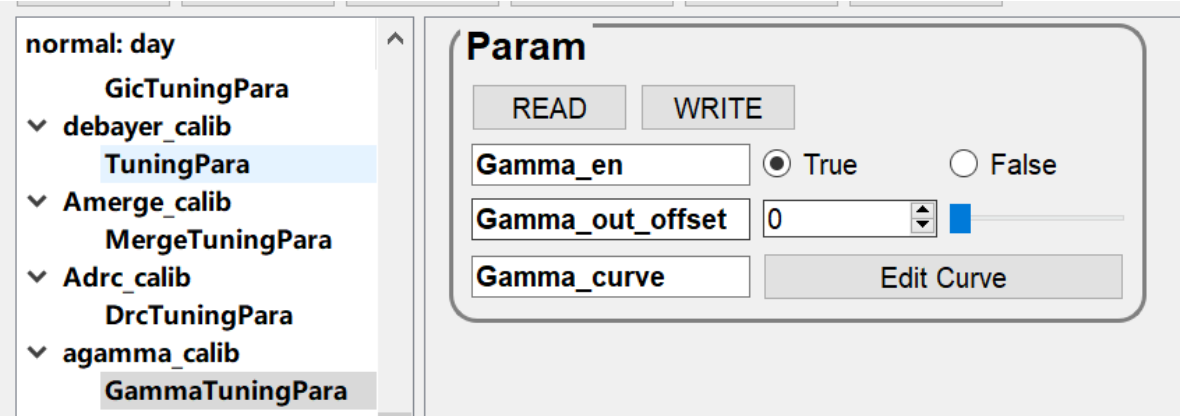

图5-4-1-1 Gamma界面
1. 如图5-4-1-1所示，进入GammaTuningPara页面，点击页面中Gamma\_Curve参数的Edit Curve按钮，打开Gamma可视化调试界面
2. 如图5-4-1-2所示，Gamma可视化调试界面主要包含以下几个部分的功能: